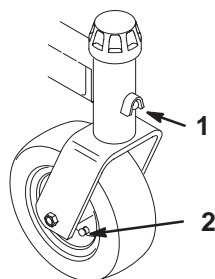

Figure 68
- Lubrifiez les graisseurs des moyeux pivotants du bâti porteur et des roues pivotantes (Fig. 68).